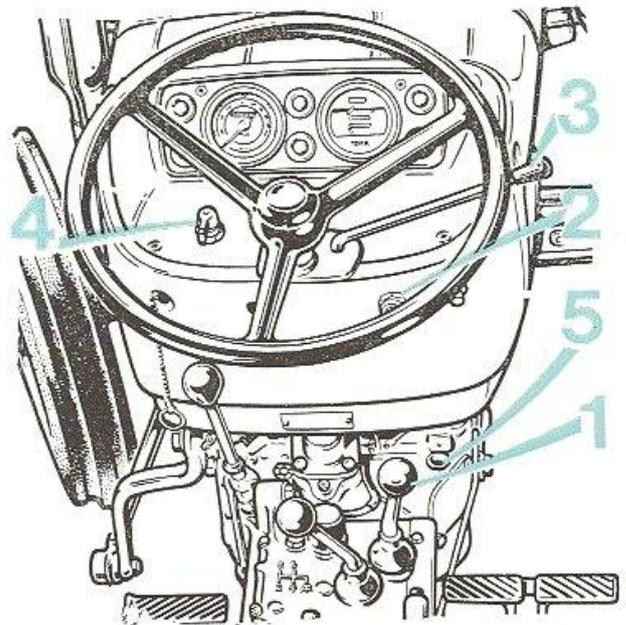

FIG. 33
- 1° Comme pour la pompe Bosch, dévisser d'environ 2 tours la vis de purge du premier filtre (1) et actionner le levier de la pompe jusqu'à ce que le combustible s'écoule sans bulle d'air et revisser le bouchon (1).
- 2° Purger de façon analogue le deuxième filtre à combustible (2).
- 3° Ouvrir les vis (3) du couvercle du régulateur et (4) de la tête hydraulique. Purger d'air et resserrer la vis (4) de la tête hydraulique.
- 4° Desserrer les raccords, côté injecteurs (5) sur au moins deux tuyauteries ; amener la manette d'accélération en position maximale et actionner le démarreur à plusieurs reprises d'une durée d'une dizaine de secondes chacune en appuyant à fond sur le bouton (5) fig. 33 jusqu'à ce que le combustible s'écoule sans bulle d'air par les raccords des injecteurs.
- 5° Rebloquer les raccords des injecteurs, mettre le moteur en route et ne serrer la vis de purge (3) du couvercle du régulateur que lorsque le combustible s'écoule sans bulle d'air.